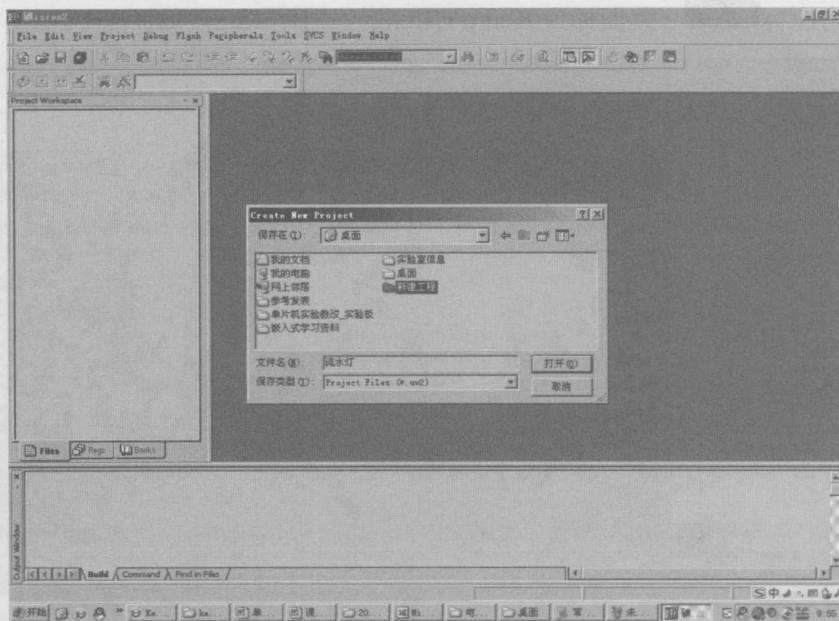

图 1-1-3 输入工程名
4. 输入工程名“流水灯”，然后保存，如图 1-1-3 所示。